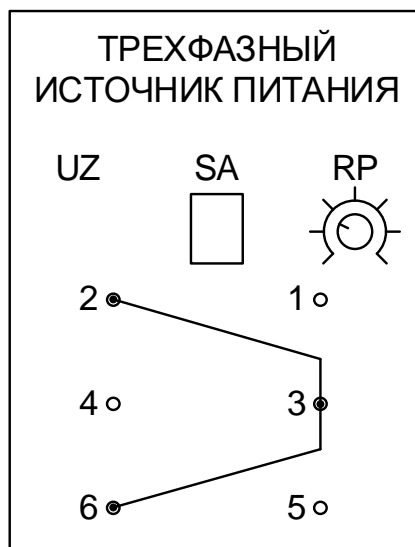

Рис. 7
- Включить выключатель **QF** блока **МОДУЛЬ ПИТАНИЯ** и тумблер **SA** модуля **ТРЕХФАЗНЫЙ ИСТОЧНИК ПИТАНИЯ (UZ)**.
- Вольтметром **PV** измерить фазные напряжения U_{12} , U_{34} , U_{56} модуля **ТРЕХФАЗНЫЙ ИСТОЧНИК ПИТАНИЯ (UZ)**. Измеренные значения занести в протокол измерений. Убедиться, что измеренные напряжения равны.
- Выключить тумблер **SA** модуля **ТРЕХФАЗНЫЙ ИСТОЧНИК ПИТАНИЯ (UZ)**.
- Собрать трехфазный генератор модуля **ТРЕХФАЗНЫЙ ИСТОЧНИК ПИТАНИЯ** по схеме «звезда», соединив произвольно по одному из выводов каждой фазы источника в нейтральную точку (к примеру, выводы **2-3-6**, как показано на рис. 7). Изобразите схему выбранного соединения, дополнив соединительными линиями рис. 1Па.
- Включить тумблер **SA** модуля **ТРЕХФАЗНЫЙ ИСТОЧНИК ПИТАНИЯ (UZ)**.
- Вольтметром **PV** измерить линейные напряжения между оставшимися выводами модуля **ТРЕХФАЗНЫЙ ИСТОЧНИК ПИТАНИЯ (UZ)**. Измеренные значения занести в протокол измерений.
- Начертить одну из возможных ТДН трехфазного генератора с указанием положения точек **1, 2, 3, 4, 5, 6** соответствующих выводам модуля **ТРЕХФАЗНЫЙ ИСТОЧНИК ПИТАНИЯ (UZ)**.
- По ТДН определить, соответствует ли выбранное соединение выводов трехфазного источника питания соединению симметричного источника по схеме «звезда» (см. теоретическую справку). Если указанное условие не выполняется, изменить схему соединения выводов источника таким образом, чтобы схема соединения соответствовала соединению симметричного трехфазного источника по схеме «звезда», предварительно выключив тумблер **SA** модуля **ТРЕХФАЗНЫЙ ИСТОЧНИК ПИТАНИЯ (UZ)**.
- Вольтметром **PV** измерить линейные напряжения между оставшимися выводами модуля **ТРЕХФАЗНЫЙ ИСТОЧНИК ПИТАНИЯ (UZ)**. Измеренные значения занести в протокол измерений. Убедиться, что измеренные напряжения равны.
- Сделать вывод о том, какие клеммы модуля **ТРЕХФАЗНЫЙ ИСТОЧНИК ПИТАНИЯ (UZ)** соответствуют началам и концам фаз источника. Результат занести в протокол измерений.